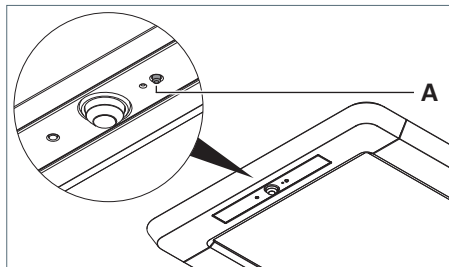
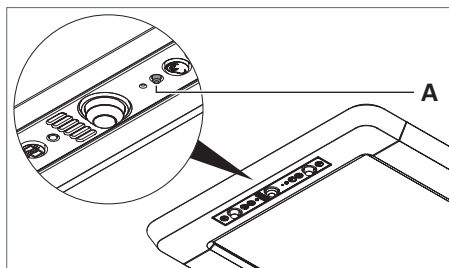

Fig. 24: Reset durchführen, Ausführung R.
Fig. 25: Reset durchführen, Ausführung RX.
- Drücken Sie die Taste **A**, halten Sie die Taste gedrückt und schließen Sie die Leuchte wieder an die Stromversorgung an, siehe Fig. 24 und siehe Fig. 25.